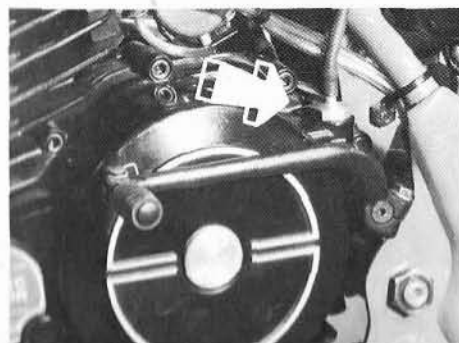
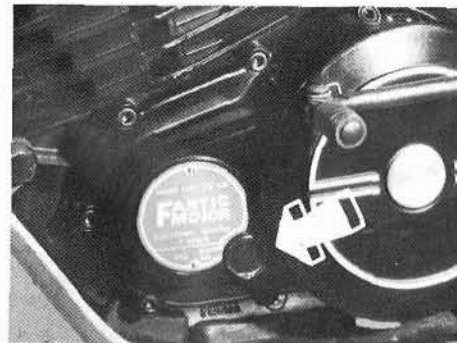

Fig. 12 - Tappo carico olio.
Fig. 14 - Oblò di livello olio.
- Togliere il tappo di carico dell'olio posto sulla parte superiore sinistra del motore (Fig. 12).
- Versare dal tappo di carico (Fig. 12) 500 cc. di olio motore **CASTROL HYPOY 80 W 80**. Per sapere l'esatta quantità di olio da versare se non disponete di un contenitore graduato, controllare l'oblò (fig. 14), fino a quando l'olio non abbia raggiunto il livello massimo segnato sulla targhetta (fig. 14).